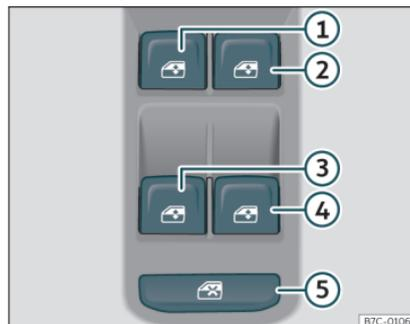

Fig. 82 Détail de la porte du conducteur : commandes des fenêtres.
La commande de sécurité»» **fig. 82** ⑤ située sur la porte du conducteur vous permet de désactiver les touches des lève-glaces sur les portes arrière.